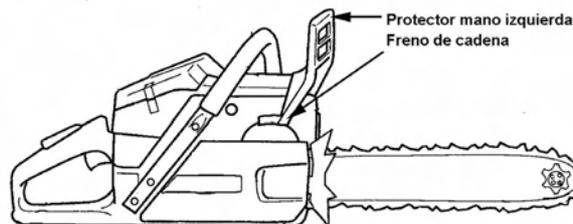

FIG. 013
- Freno de cadena - Mando que sustituye a la placa protectora de la empuñadura izquierda - se acciona con la mano izda al ser empujado por esta en caso de caída, rebote, o de modo voluntario al desplazarse. **FIG. 013**